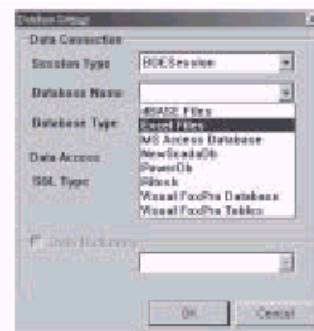

Fig. 8-3 Selección de la Base de Datos Original
1. Seleccione la Base de Datos Original: Haga clic en la tecla **Data** y luego seleccione **File>Data Settings**. Luego efectúe la selección como en la Fig. 8-3.